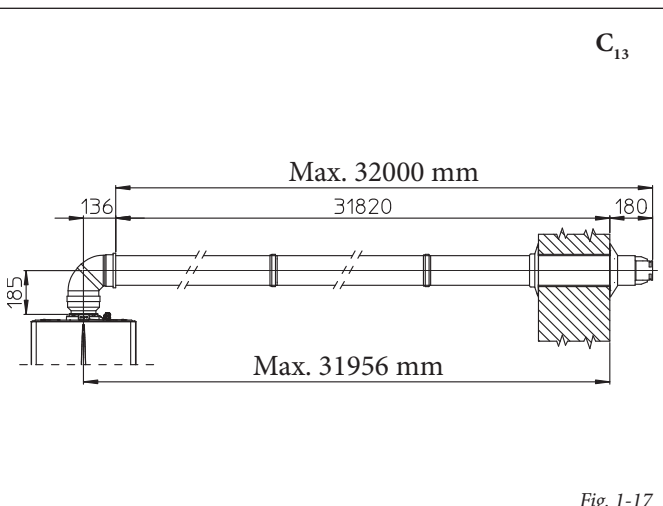

Fig. 1-17
• Prolunghe per kit orizzontale Ø 80/125 (Fig. 1-17). Il kit con questa configurazione può essere prolungato fino a una *misura max. di 32 m*, compreso il terminale grigliato ed esclusa la curva concentrica in uscita dalla caldaia. In presenza di componenti aggiuntivi è necessario sottrarre la lunghezza equivalente alla misura massima ammessa. In questi casi è necessario richiedere le apposite prolunghe.